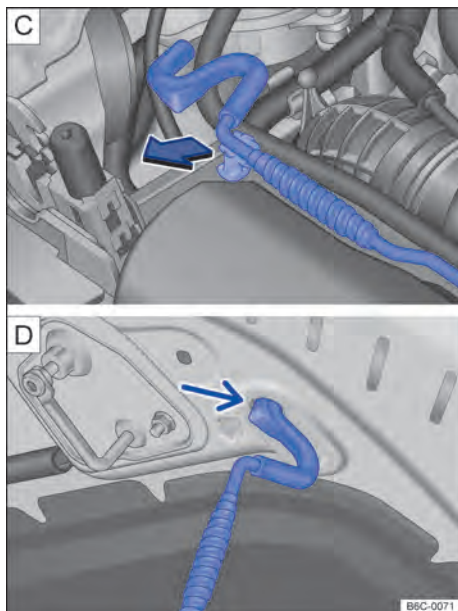

Fig. 203 [C] Haste de sustentação da tampa do compartimento do motor. [D] Tampa do compartimento do motor apoiada na haste de sustentação.
- Retirar a haste de sustentação do suporte no sentido da seta → Fig. 203 [C] e posicioná-la na abertura na tampa do compartimento do motor → Fig. 203 [D].
- Retirar a haste de sustentação do furo → Fig. 203 [D] e encaixá-la no suporte do fecho → Fig. 203 [C].